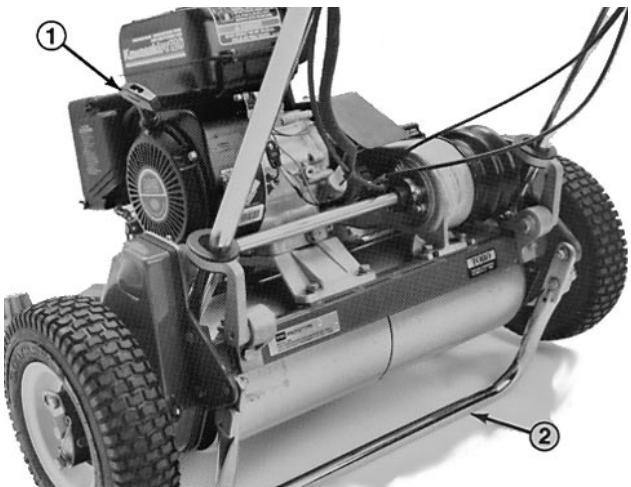

Fig. 14
**Manette de starter** (Fig. 14)—située à l'avant gauche du moteur. Deux positions; RUN (MARCHE) et CHOKE (STARTER). Placer le levier sur CHOKE
**Robinet d'arrivée de carburant** (Fig. 14)—situé à l'avant gauche du moteur. Deux positions: CLOSED (FERME) et OPEN (OUVERT). Placer le robinet sur CLOSED pour ranger ou transporter la machine. Le placer sur OPEN avant de démarrer le moteur.
2. Ouvrir le robinet d'arrivée de carburant (Fig. 14).
5. Tirer le starter (Fig. 14) à mi-course pour démarrer à froid. Le starter n'est pas toujours nécessaire pour démarrer à chaud.